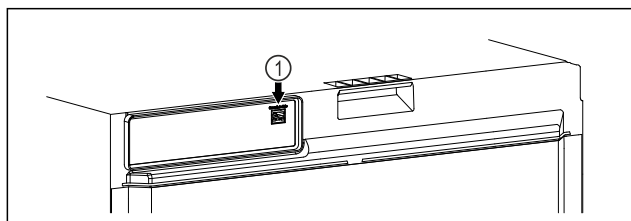

Fig. 109
- SmartModule Fig. 109 (1) se rabi.